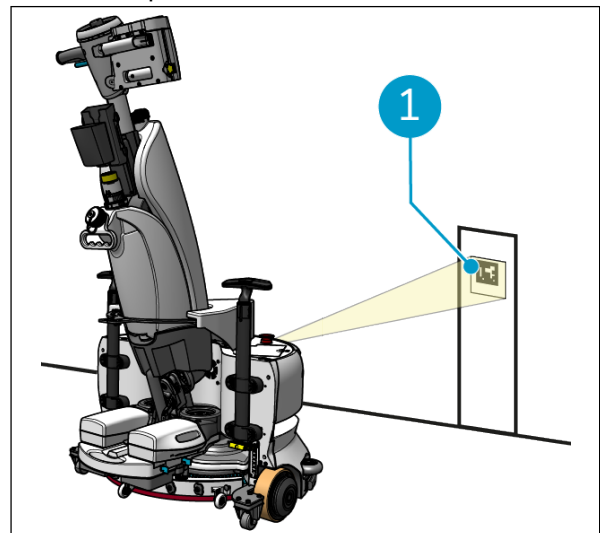

Figura 25
1. Coloque el i-walk a unos 30 cm delante del código QR (Figura 25, pos. 1). El botón Auto Fill y el botón Teach Repeat parpadearán en azul cuando se reconozca el código QR.